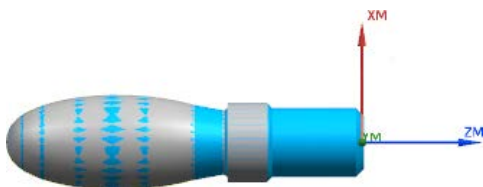

图 4.18 3D 仿真结果
Step3. 在“刀轨可视化”对话框中单击 **3D 动态** 选项卡，采用系统默认参数设置值；调整动画速度后单击“播放”按钮 ，即可观察到 3D 动态仿真加工，加工后结果如图 4.18 所示。